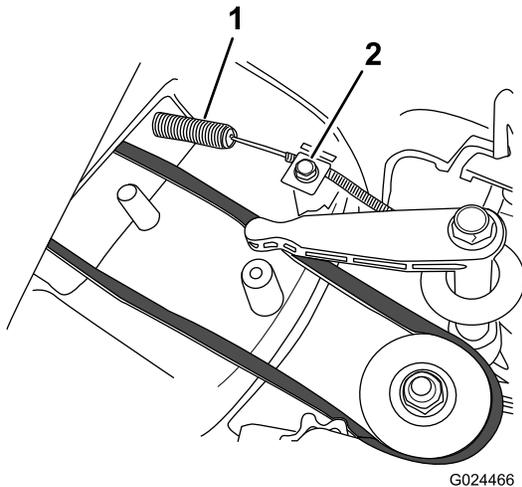

Bild 27
2. Setzen Sie einen neuen Messerbremszug; ziehen Sie die Kabelklemmen oben am Mähergehäuse jedoch nicht an (Bild 27).